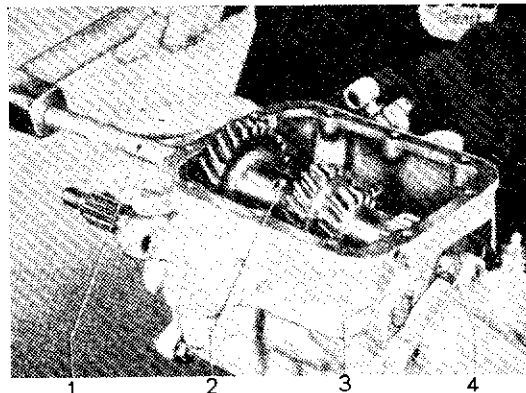

Fig. 37. — Extraction de l'axe de train intermédiaire
- Extraire l'axe de train intermédiaire (voir fig. 37), pour cela, enlever les vis de fixation de prolonge de boîte pour amener le dégagement de la prolonge en face de l'extrémité de l'axe de train intermédiaire.